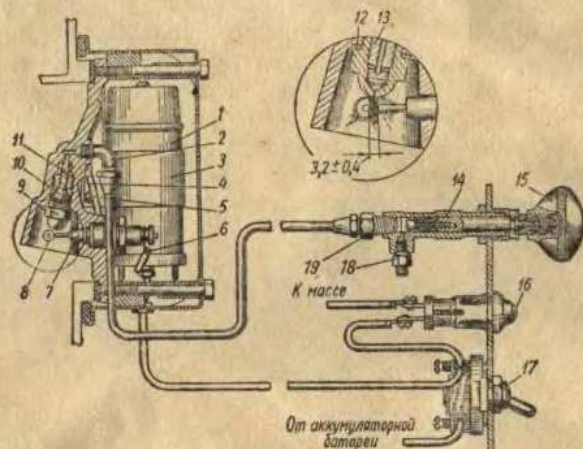

Рис. 68. Электрофакельный пусковой подогреватель:
Для облегчения пуска двигателя при температуре окружающего воздуха ниже $+5^{\circ}\text{C}$ служит электрофакельный подогреватель (рис. 68). Однако при температуре ниже -5°C перед применением электрофакельного подогревателя нужно двигатель прогреть дополнительно.
Пусковой подогреватель (рис. 68) состоит из поршневого насоса для подачи топлива, бачка для питания насоса, распыливающей форсунки, фильтра, свечи зажигания, катушки зажигания высокого напряжения с электромагнитным прерывателем, выключателя катушки зажигания, контрольной лампы, комплекта электропроводов и комплекта трубок для подвода топлива к насосу и форсунке.
1) отсоединить пластину 6 (рис. 68) свечи, отвернуть гайку и снять свечу 7 с уплотнительным кольцом;